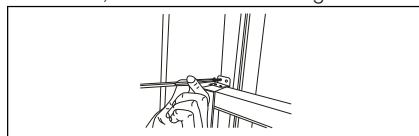

Fig. 16
- Per bloccare il telaio scorrevole inferiore in posizione, fissare il tassello di sicurezza con una vite da 1/2" (12,7 mm) come illustrato (fig. 16).